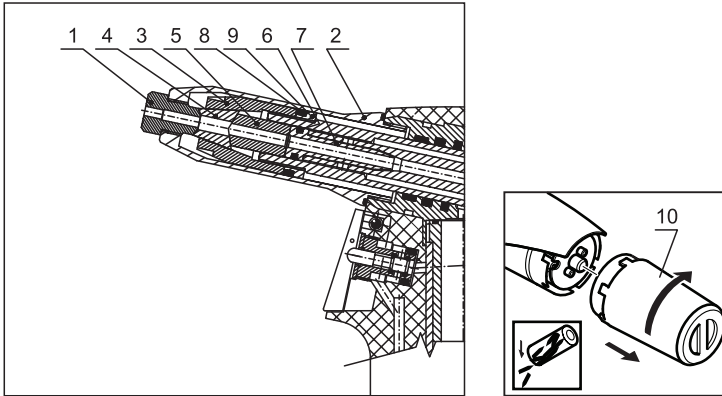
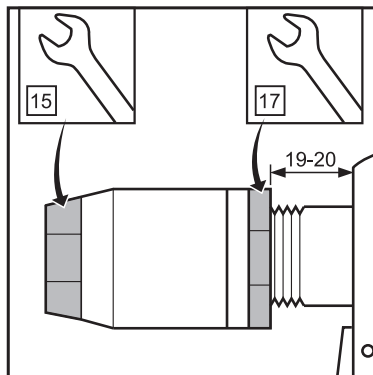

Abbildung 2
Abbildung 3
Trennen Sie das Werkzeug von der Druckluftquelle, schrauben Sie das vordere Mundstück (Abbildung 2 -Position 2) mit einem Schraubenschlüssel Nr. 23 ab, setzen Sie den Schlüssel Nr. 15 auf die Spannhülse (Abbildung 2 – Position 3) und den Schlüssel Nr. 17 auf die Kontermutter (Abbildung 2 – Position 9) und lösen Sie diese. Schrauben Sie die Spannhülse ab und tauschen Sie die Spannbacken (Abbildung 2 – Position 4) und den Spannbackenschieber (Abbildung 2 – Position 5) aus. Schrauben Sie dann die Spannhülse wieder auf und schieben Sie die Saugleitung (Abbildung 2 – Position 7) durch kurzes Anschließen des Werkzeugs an die Druckluft heraus. Die Saugleitung kann nach der Trennung der Druckluftzufuhr und Entfernung der Spannhülse herausgenommen werden. Alle verwendeten Gewinde sind Rechtsgewinde. Reinigen Sie die demontierten Teile gründlich und unterziehen Sie diese und insbesondere die folgenden Teile einer Sichtprüfung:
- 1) Spannbacken (Abbildung 2 – Position 4) – Abgenutzte oder beschädigte Teile müssen ausgetauscht werden. Reinigen Sie verschmutzte Teile mit einer Drahtbürste.
- 2) Mundstück, Spannbackenschieber (Abbildung 2 – Position 1,5) – Überprüfen Sie die Funktionsflächen des Reduzierstücks auf Verschleiß.
- 3) Komplettes Rohr (Abbildung 2 – Position 7) – Blasen Sie Luft durch das Rohr. Wenn es nicht frei ist (durch Restnietdorne der Blindniete verstopft), tauschen Sie das Rohr aus.
- 4) O-Ring (Abbildung 2 – Position 6) – Ersetzen Sie beschädigte durch neue O-Ringe.
- 5) Verstellbare Frondüse (Abbildung 2 – Position 2) – Überprüfen Sie die Innenfläche auf Beschädigungen (Ø 18).
- 6) Abstreifring (Abbildung 2 – Position 8) – Ersetzen des Rings durch einen neuen Abstreifring, sofern dieser beschädigt oder abgenutzt ist.
- 7) Nietdornbehälter (Abbildung 2 – Position 10) – Wenn der Nietdornbehälter oder dessen Boden beschädigt ist, ersetzen Sie ihn durch einen neuen Behälter, um zu verhindern, dass abgezogene Restnietdorne herausspringen.
Montieren Sie die Teile in umgekehrter Reihenfolge (siehe Teile-Demontage). Geben Sie einen Tropfen Schmieröl (wir empfehlen das Hydrauliköl HYSPIN AWHM 32 CASTROL) auf die Außenfläche der Spannbacken (Abbildung 2 – Position 4). Geben Sie eine dünne Schicht Plastik-Schmierstoff MOGUL LV 2-3 auf die Saugleitung und den O-Ring (Abbildung 2 – Position 7,6). Die Grundeinstellung der Spannbacken erfolgt wie in Abbildung 3 dargestellt.